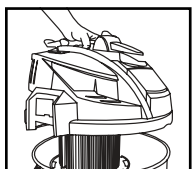

FIGURA 2
2. Eleve la cubierta del depósito utilizando la manija sobre la parte superior de la cubierta como se muestra en la **FIGURA 2.**